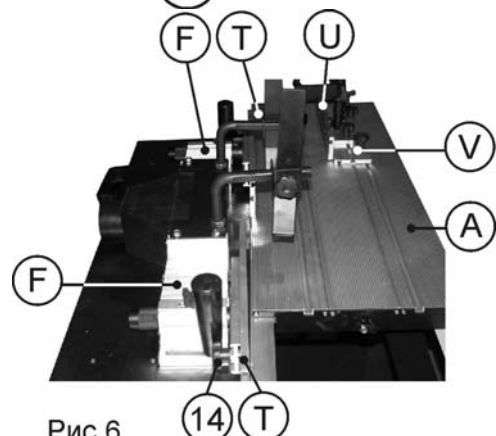

Рис.6
6.3.8. На планках опор (F) установите и при помощи фиксирующей ручки (14) закрепите направляющие планки (T), Рис.6.
6.3.9. В паз рабочего стола (А) вставьте крепление планки толкателя (V), закрепите на рабочем столе (А), Рис.6.
6.3.10. В паз планки толкателя (V) вставьте крепление толкателя (U), закрепите на планке толкателя (V), Рис.6.